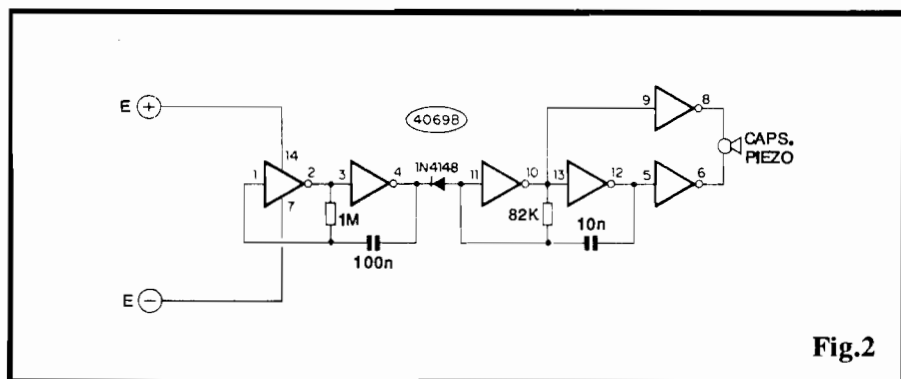

Fig.2
- FIG. 2 - DIAGRAMA ESQUEMÁTICO DO CIRCUITO (MÓDULO "B")